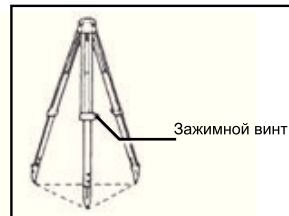

Рис.1
- 1) Развяжите ремень вокруг ножек штатива и освободите зажимные винты (Рис.1)